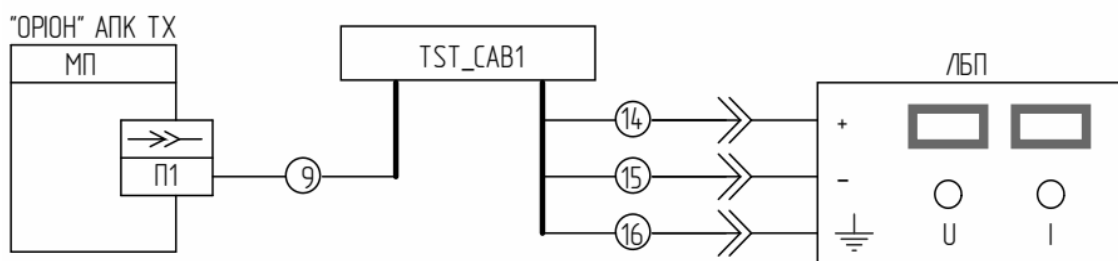

Рисунок 8.8.1 – Підключення ПРД до ЛБП
- 2) Підключити «ОРИОН» АПК ТХ до ЛБП з допомогою тестових кабелів «TST\_CAB1» (див. рисунок 8.8.1);